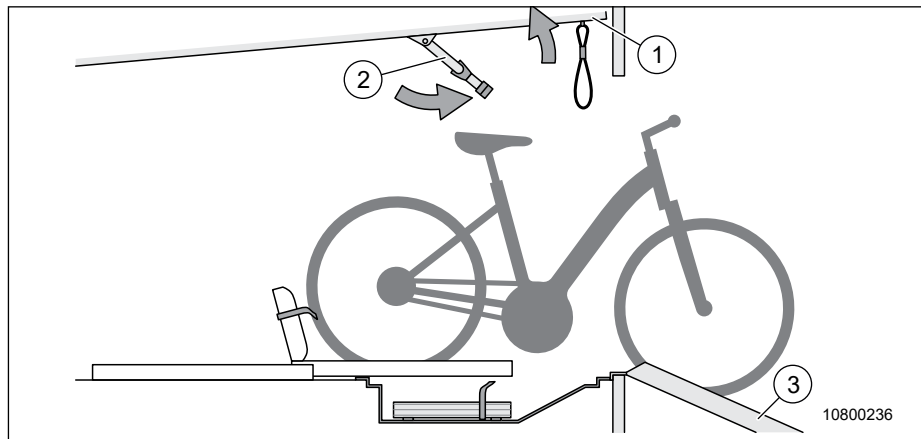

Fig. 2 Préparation du garage
3. Pousser le lit (Fig. 2, Pos. 1) vers le haut.
4. Pivoter l'étrier (Fig. 2, Pos. 2) vers l'avant.
5. Accrocher la rampe d'accès au cadre de la porte (Fig. 2, Pos. 3).